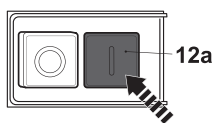

Fig. 21
- > Pressione o interruptor de ligado "I" (12a) para ligar o produto (Fig. 21).